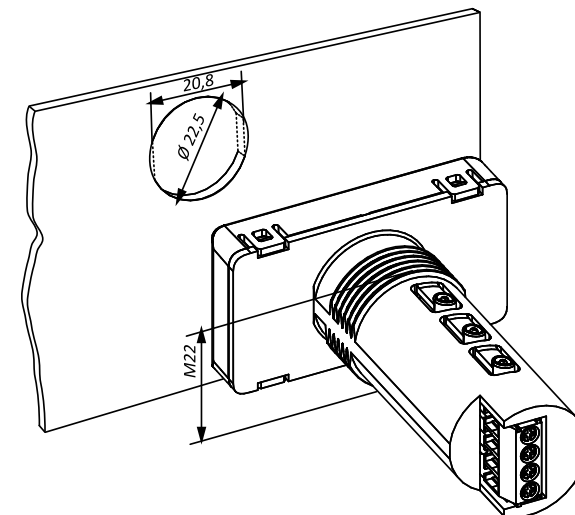

Рисунок 1 – Установчі розміри пристрою
1. Підготувати у щиті круглий отвір діаметром 22,5 мм (для запобігання прокручування пристрою отвір слід виконати складної форми), див. *рисунок 1*.